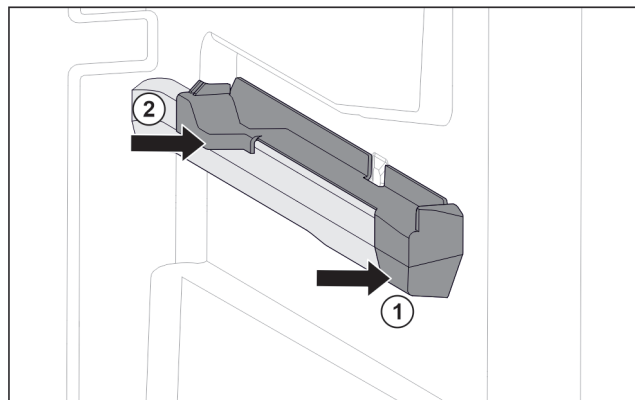

Fig. 27 Вставная часть на правом контейнерном ребре
- ▶ Наденьте вставную часть спереди на контейнерное ребро. Fig. 27 (1)
- ▶ Нажмите на вставную часть сзади. Fig. 27 (2)